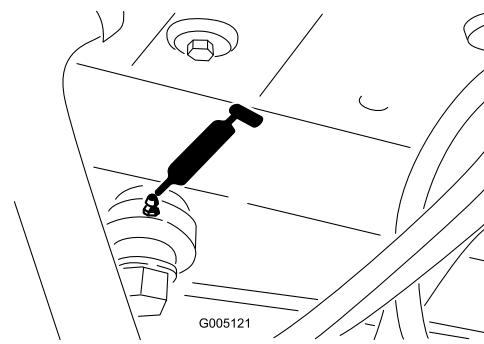

Figura 43
- Cilindro del servosterzo (Figura 43)